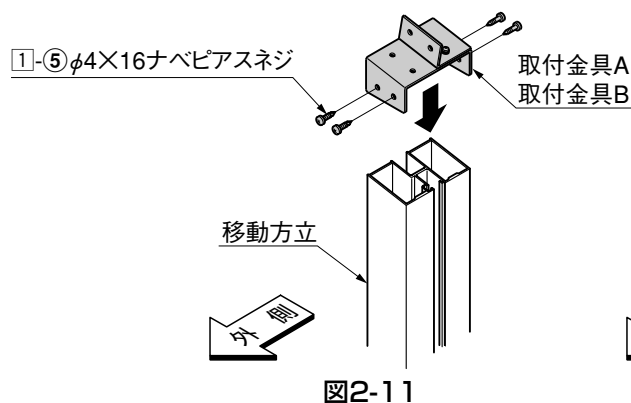

図2-11
- ① 移動方立に取付金具A・取付金具Bを①-⑤で取付けてください。(図2-11参照)
- 取付金具A・取付金具B、妻梁組付金具には取付け方向があります。(図2-11、2-12参照)